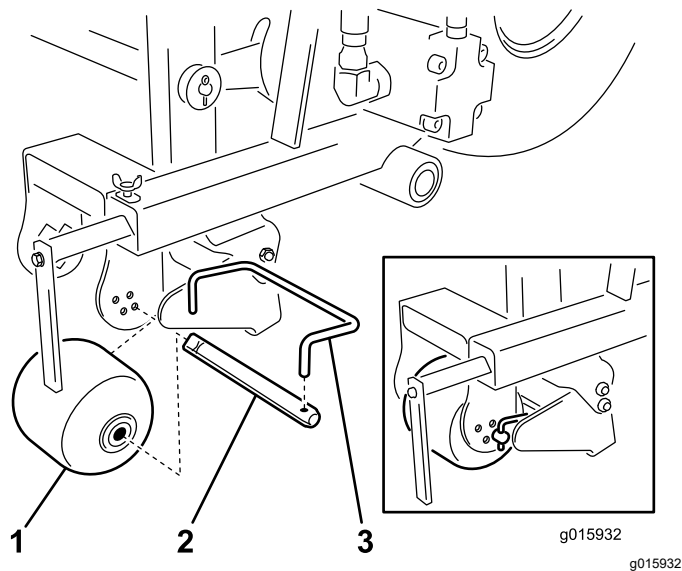

图 13
3. 从滚筒轴上拆下刮刀杆图 13。
4. 从滚筒上拆下滚筒轴图 13。